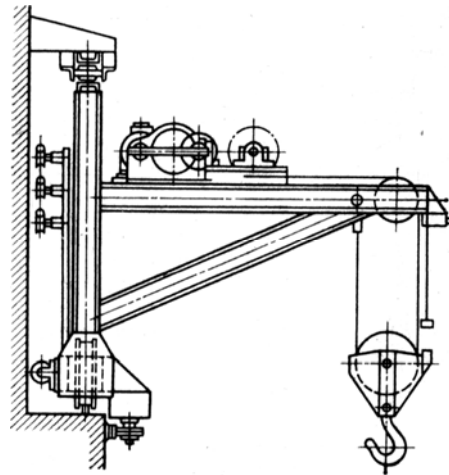

Рис.1
**1. Рассчитать механизм подъема консольного поворотного крана на рис. 1 по данным табл. 1.**